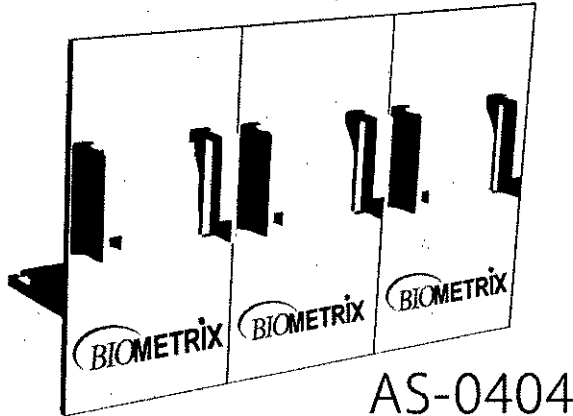

Figura 2
1. Insertar el transductor en el Organizador (cod catálogo AS-0404, de 3 posiciones). Ver figura 2.